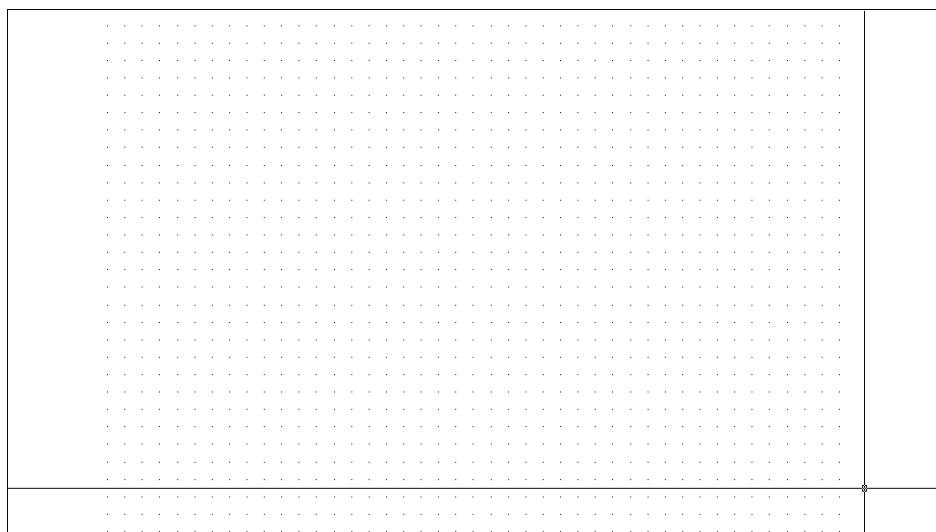

Рис. 3.4 ▼ Область черчения AutoCAD, масштабированная по границам созданной по умолчанию сетки
- Переместите указатель-перекрестье в строку состояния и щелкните на кнопке-индикаторе **Сетка** (GRID). Кнопка **Сетка** (GRID) станет нажатой, а в области черчения появятся точки (рис. 3.4). Эти точки и есть сетка. По умолчанию она нанесена с шагом 10 единиц вправо и вверх от точки (0,0,0) до точки с координатами (420,0,290,0).